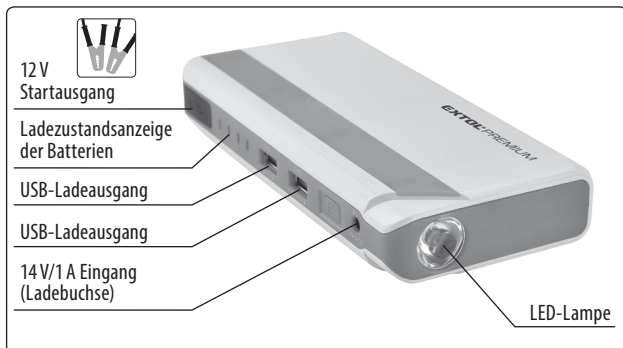

Abb. 7
*) Die Verwendung der Anschlüsse und Ausgänge ist in der Tabelle 2 und auf den Abb. 7 und 8 je nach Modell angeführt.
(das Modell Extol® Premium 8897320 hat keinen 12 V/10 A und 19 V/3.5 A Ausgang und verfügt über eine andere Lage der restlichen Anschlüsse und Bestandteile gem. Abb. 7).
- 3) Stecken Sie den Startkabelstecker in die Buchse der Powerbank (siehe 12 V Startausgang Abb.7 oder 8 je nach Gerätemodell).